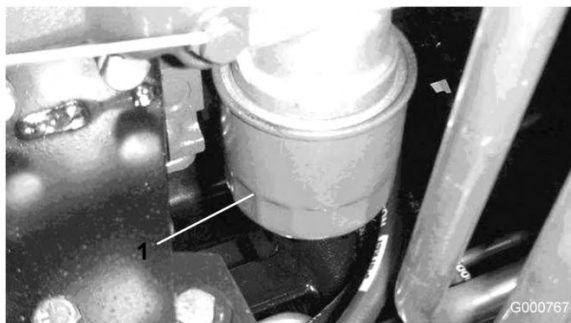

図 55
- オイルフィルタ（図 55）を外す。新しいフィルタのシールに薄くエンジン・オイルを塗って取り付ける。締めすぎないこと。